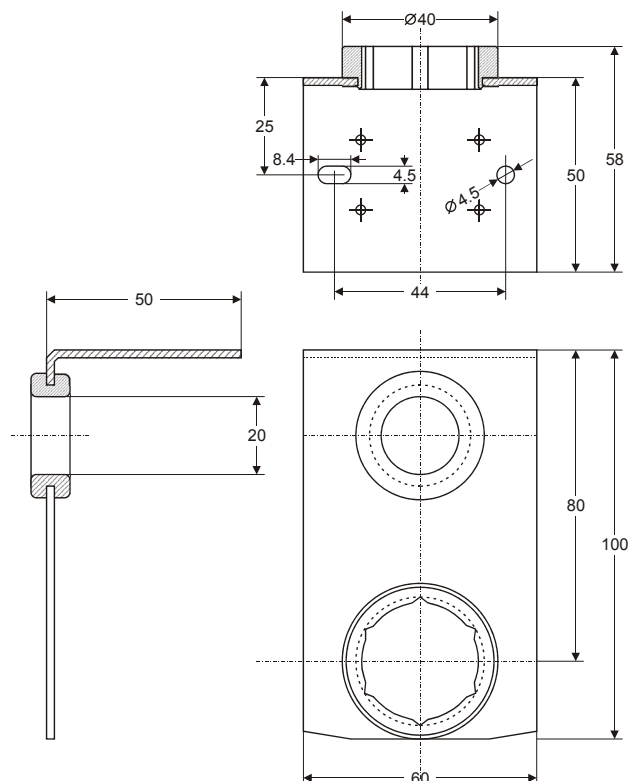

Fig. 65. Set de fixation sur paroi AST1
- Set de fixation sur paroi AST1, voir Fig. 65.